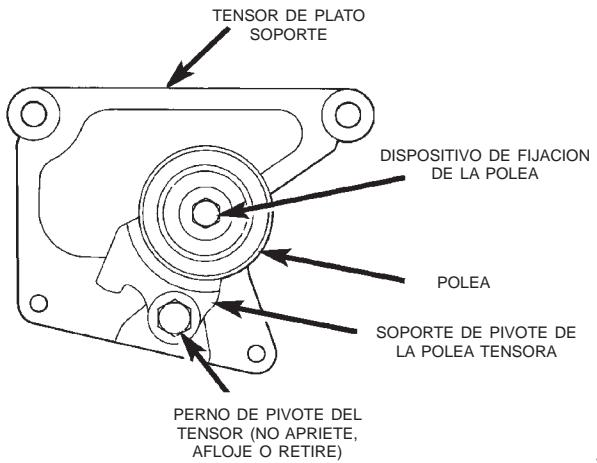

Fig. 45 Conjunto de polea tensora
**PRECAUCION:** No afloje, apriete o retire el perno de pivot del tensor (Fig. 45).